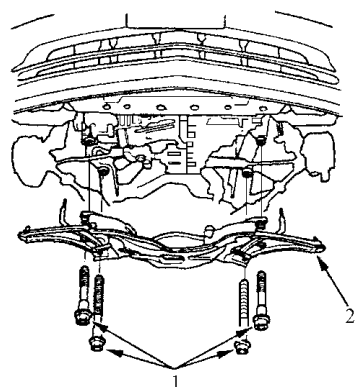

图 4-38 拆卸前辅助车架
23) 如图 4-38 所示，拆卸前辅助车架的装配螺栓和前辅助车架。